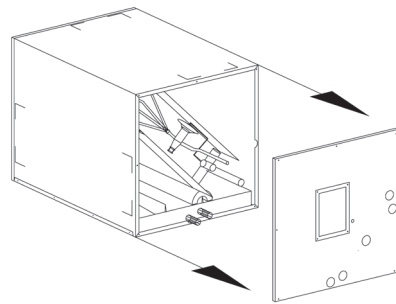

Fig. 04
- 1) Remove front door from module. (Fig. 04)